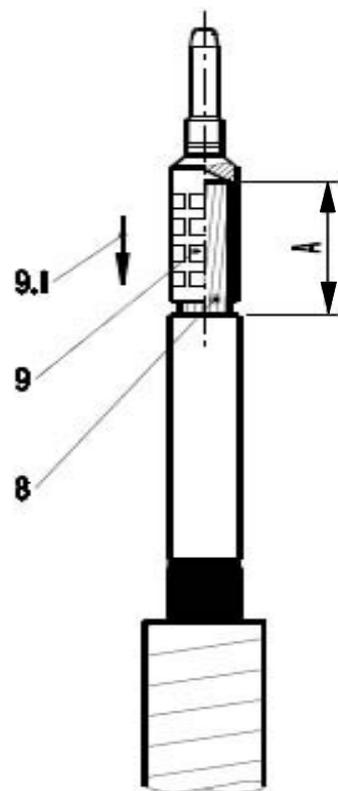

FIGURA 4
3- Cortar a camada de isolamento (7) na medida "A" como indicado na FIGURA 4, com cuidado para não danificar os fios condutores (8) na medida indicado na TABELA 4. Quebrar o canto no local do corte.
Posicionar o terminal até o encosto como mostra a figura 4. Inicie a compressão de cima para baixo como indicado pela seta (9.1).